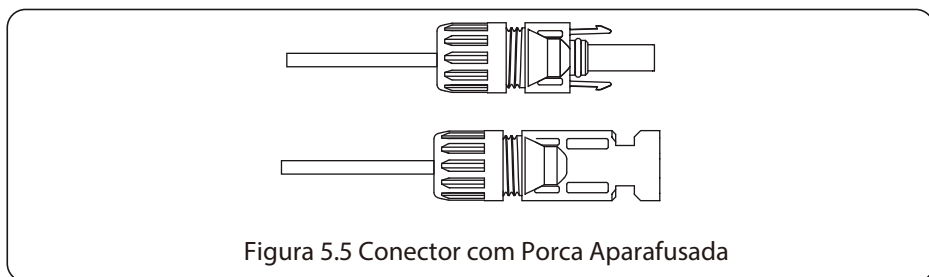

Figura 5.5 Conector com Porca Aparafusada
c) Insira o pino de contato na parte superior do conector e aperte a porca da capa na parte superior do conector. (como mostrado na figura 5.5).